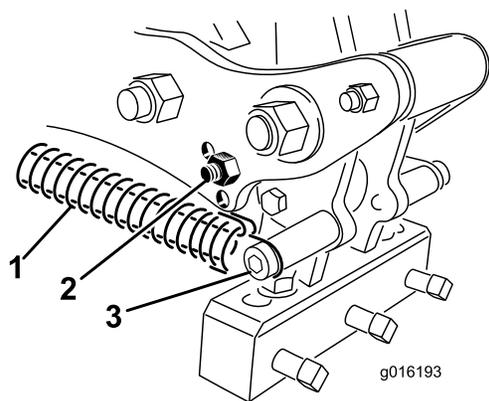

Figura 36
3. Allentate la tensione della molla sulla testa delle fustelle (Figura 36).
- 4. Rimuovete il bullone del paraurti e il paraurti e installateli sull'altro foro di regolazione (Figura 36).